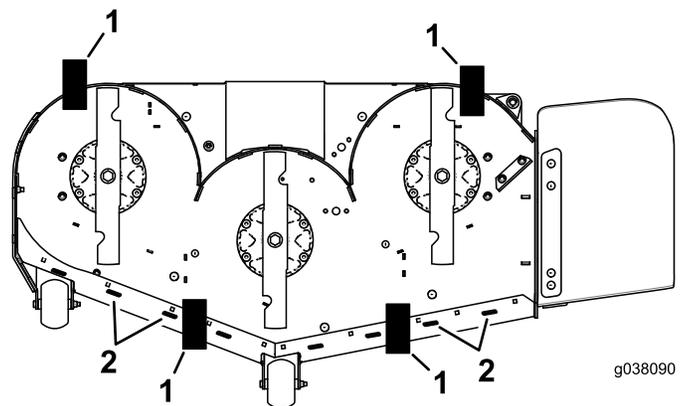

Figure 104
11. Placez une cale (voir le Tableau de hauteur de cale et d'inclinaison) sous le bord arrière de la jupe du tablier de coupe de chaque côté du tablier de coupe (Figure 104).